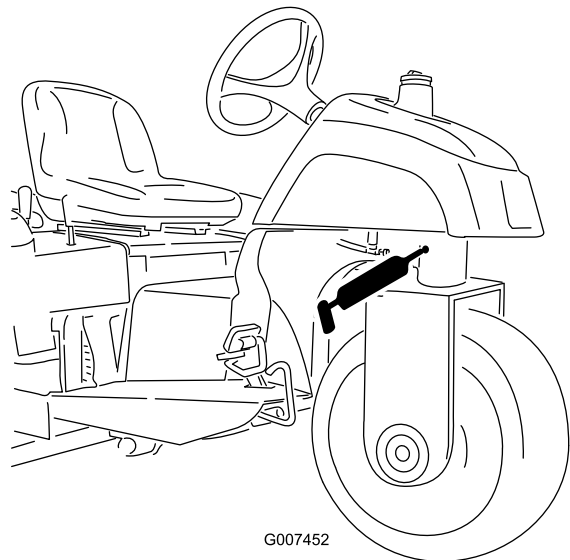

Figura 27
- Articulação da direção (Figura 27)
Nota: O bocal de embeber na articulação da direção (Figura 27) necessita de um adaptador de bico de pistola de pulverização. Encomende a peça nº 107-1998 da Toro ao seu distribuidor autorizado Toro.